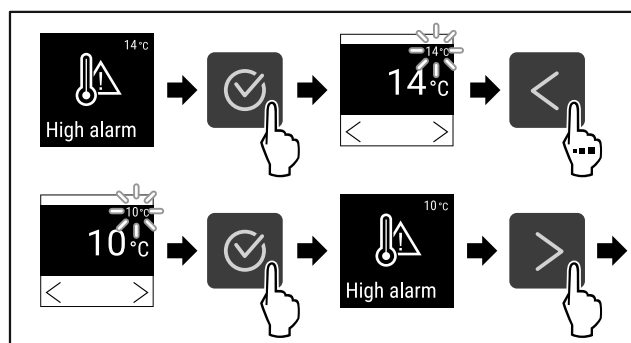

Fig. 127
- ▶ Eseguire i passi (vedere Fig. 127) .